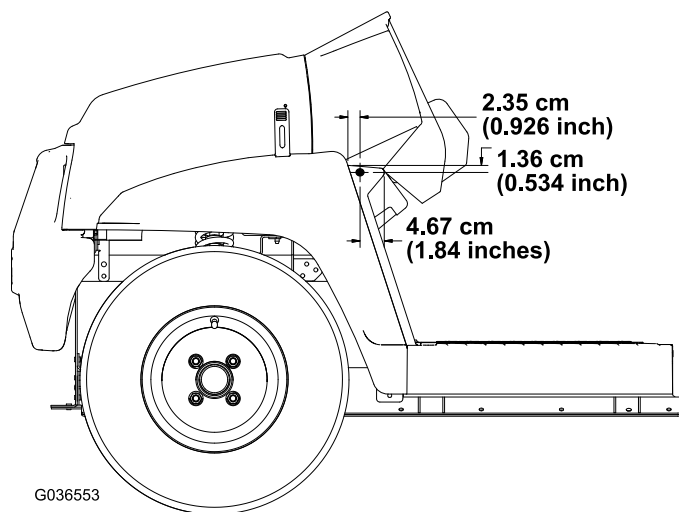

Figura 4
3. Utilizando as dimensões indicadas na Figura 4, faça 1 furo (5/16 pol.) no exterior da placa dos pés nos lados esquerdo e direito da máquina.